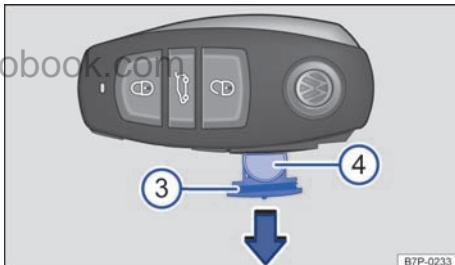

图 30 将电池盒从汽车钥匙中拉出
- 将电池盒 ⇒ 图 30 ③ 沿箭头方向从汽车钥匙中拉出，然后取出电池 ④。
- 将装有电池 ④ 的电池盒逆箭头方向推入汽车钥匙内。